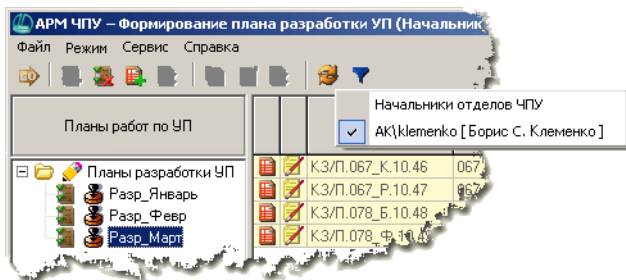

Рис. 2.2.
1. Чтобы выбрать фильтр, нажмите кнопку **Применить фильтр**. Откроется контекстное меню, в котором отображен список доступных фильтров. Щелчком мыши выберите нужный фильтр. Слева от его названия появится пометка – «галочка» (рис. 2.2).